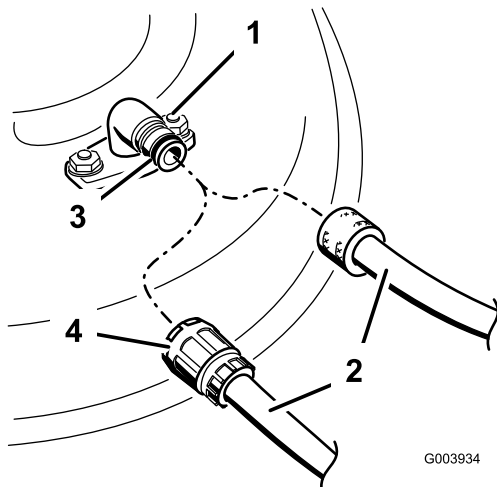

Figure 47
4. Fixez un flexible à l'embout de lavage et ouvrez l'arrivée d'eau à fond (Figure 47).